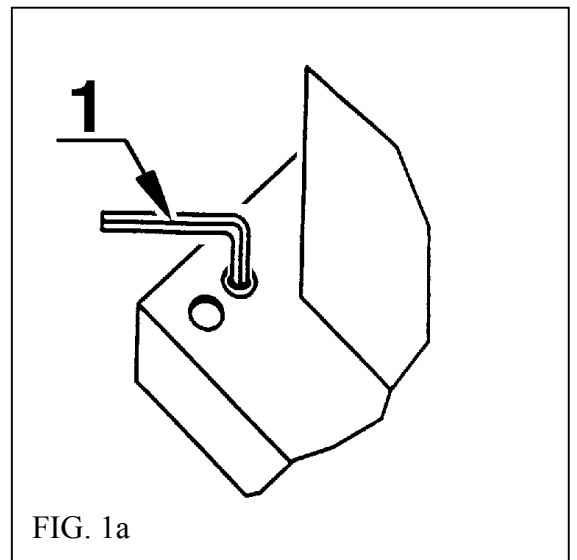

FIG. 1a
d) livellare la macchina con una chiave (1 – fig. 1a) agendo sulle viti poste nei 4 angoli del piede fino a quando essa risulti stabile senza vibrazioni.